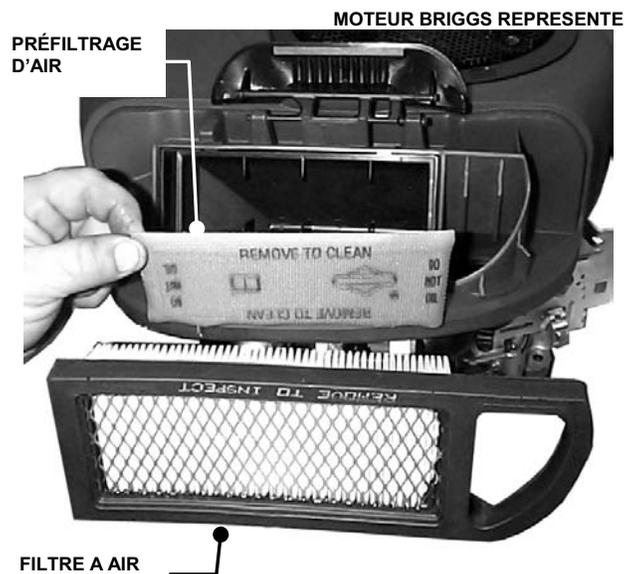

FIGURE 3.5
3. Voyez le manuel technique du moteur pour les instructions de nettoyage et entretien. Démontez et nettoyez le pré-filtrage d'air. Démontez et remplacez le filtre à air (voir la Figure 3.5). Remontez le pré-filtrage et le filtre à air en suivant les instructions du manuel.
4. Graissez le palier en donnant trois coups de pompe à graisse. Utilisez une graisse standard. Voir la figure 3.5.